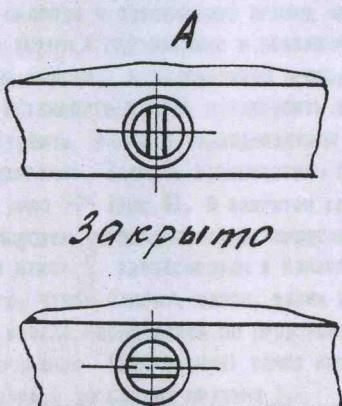

Рис. 4 Конструкция замка
частей: основания 1 и панели 2. Панель крепится к основанию с помощью двух винтов. Панель одновременно является отражателем. Рассеиватель 3 из органического стекла окантован в рамку из уголка. Рассеиватель удерживается на основании с помощью двух петель 6 и двух замков 7. Замок состоит из следующих основных частей (рис.4): штифта 1, валика 2, пружины 3, скобы 4, приваренной к основанию светильника. На головке валика 2 имеется паз под отвертку. Полупроводниковый пускорегулирующий аппарат крепится к панели двумя винтами.
6.1. Открыть рассеиватель, для чего отверткой повернуть валик 2 рис.4 в положение "открыто".
6.4. Вставить лампы в ламподержатели и проверить светильник на загорание. Закрыть рассеиватель светильника, повернув валик на угол 90° (рис.4). В закрытом состоянии замка паз валика расположен перпендикулярно продольной оси светильника (вид А) и штифт 1 зафиксирован в канавке скобы 4.